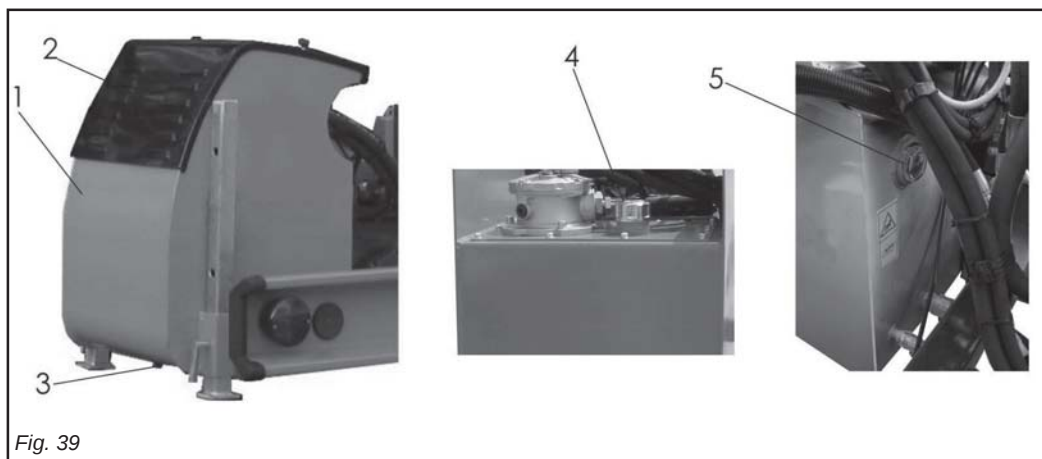

Fig. 39
Sostituire l'olio nel serbatoio (1 Fig. 39) come di seguito descritto:
- 1) sistemare un recipiente adatto sotto al serbatoio (1 Fig. 39);
- 2) togliere la capottina di protezione (2 Fig. 39);
- 3) togliere il tappo di scarico olio (3 Fig. 39) e lasciare uscire completamente l'olio;
- 5) rimettere il tappo di scarico (3 Fig. 39);
- 6) togliere il tappo di carico (4 Fig. 39);
- 7) immettere olio tipo ARNICA 46 o OSO 46 (o ISO-L-HM) fino a raggiungere la mezzia della spia (5 Fig. 39);
- 8) rimettere il tappo di carico (4 Fig. 39).
Change the oil in the tank (1 Fig. 39) by proceeding in the following way:
- 1) place an empty vessel under the tank (1 Fig. 39);
- 2) remove the protective cover (2 Fig. 39);
- 3) remove the oil drain plug (3 Fig. 39) and allow the oil to completely drain out;
- 5) fit the drain plug back in place (3 Fig. 39);
- 6) remove the fill plug (4 Fig. 39);
- 7) pour in ARNICA 46 or OSO 46 (or ISO-L-HM) oil until reaching halfway up the telltale (5 Fig. 39);
- 8) fit the fill plug back in place (4 Fig. 39);
Înlocuiți uleiul din rezervor (1 Fig. 39) procedând în felul următor:
- 1) așezați un recipient sub rezervor (1 Fig. 39);
- 2) îndepărtați capacul de protecție (2 Fig. 39);
- 3) îndepărtați capacul orificiului de golire ulei (3 Fig. 39) și goliți uleiul complet;
- 5) reasezați capacul orificiului de golire (3 Fig. 39);
- 6) îndepărtați capacul orificiului de umplere (4 Fig. 39);
- 7) introduceți ulei de tipul ARNICA 46 sau OSO 46 (sau ISO-L-HM) până la mijlocul semnului (5 Fig. 39);
- 8) reasezați capacul orificiului de umplere (4 Fig. 39).